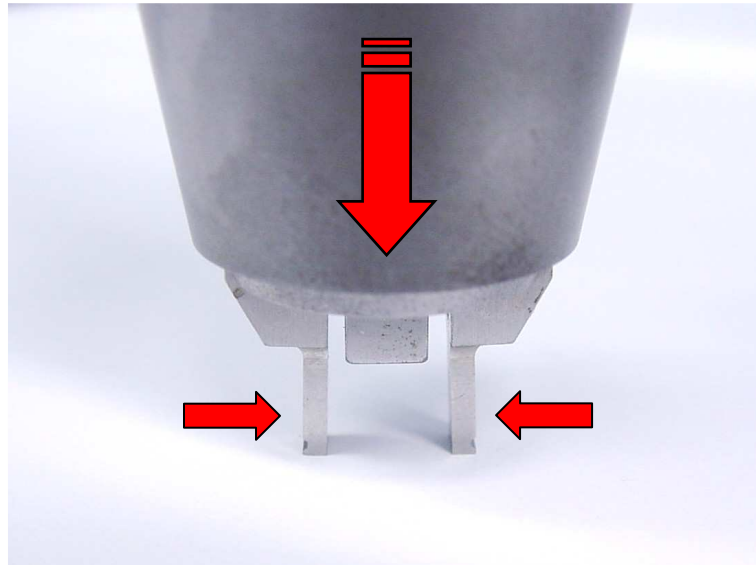

Abbildung 3
- 2.** Um die Klammer aufnehmen zu können, müssen die Greiffinger geschlossen sein. Sollten sie offen sein, können sie durch Niederdrücken der Finger geschlossen werden (siehe Abbildung 3).